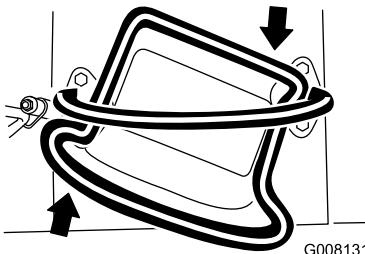

Figure 12
- Pour tourner à droite, tournez la commande de déplacement dans le sens horaire (Figure 12).